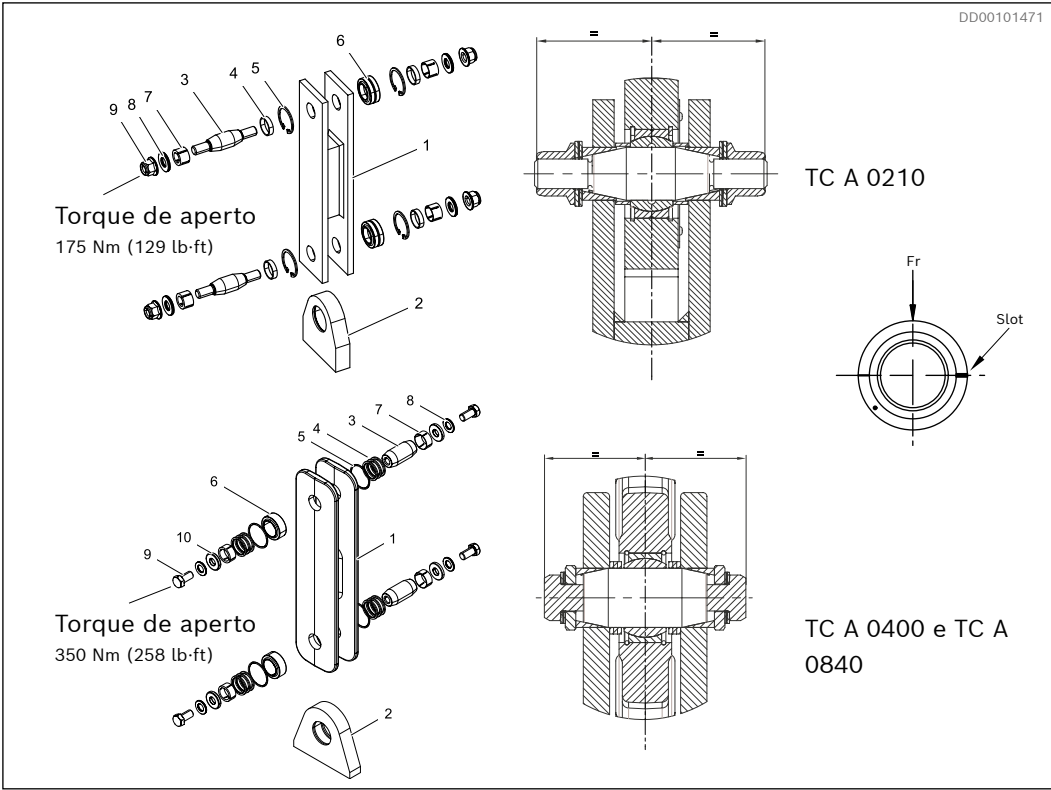

Fig. 24: Conexão articulada de trabalho pesado para TC A
- 1. O rolamento (6) deve ser montado por meio de uma bucha de fixação ou tubo aplicado no anel externo do rolamento.
- 2. O rolamento (6) deve ser montado com a ranhura no anel externo perpendicular à direção da carga. Consulte a Fig. 24.
- 3. Trave os rolamentos (6) com os anéis de trava (5).
- 4. Lubrifique as buchas (7) e o eixo (3) com a graxa disponível, de preferência graxa grafitada. Não lubrifique as roscas.
- 5. Insira o eixo (3) e depois as buchas de suporte/anéis do disco (4) e posicione o eixo (3) nos orifícios. Verifique se o eixo está centralizado, consulte a Fig. 24. Instale as buchas (7), e as arruelas do TC A 0400/0840 (10), depois as arruelas de trava estriadas (8) e as porcas/parafusos (9). Aperte as porcas/parafusos de acordo com a Fig. 24